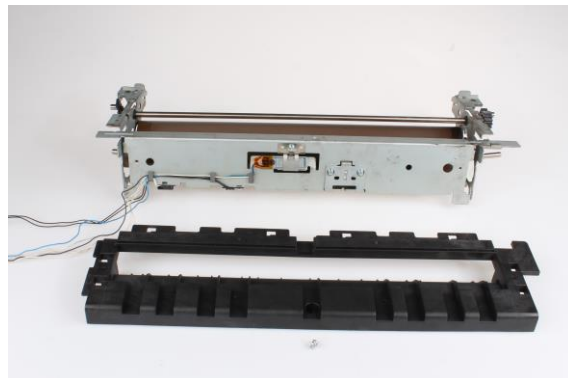

Rysunek 53 Sprężyny dociskowe łożysk wałka grzejnego
28. Uwalniamy sprężyny dociskowe łożysk wałka grzejnego z obu stron na zewnątrz. Rys.53